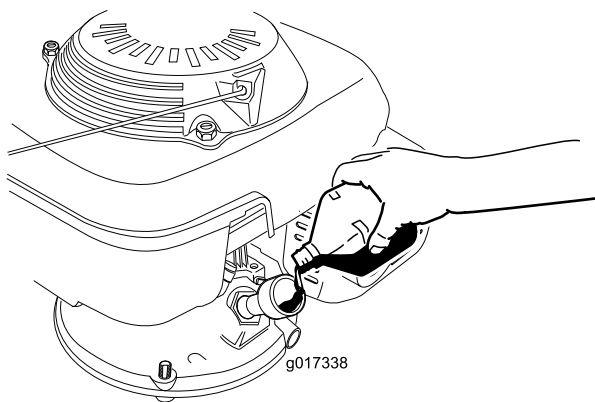

図 8
3. **ゆっくりと** 補給穴からオイルを入れ、3分間待ってからきれいに拭いたディップスティックを差し込み、**但しねじ込まない**ようにして穴の奥まで入れる 図 8。